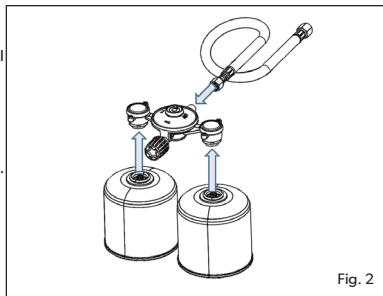

Fig. 2
- Inserte los dos cartuchos de gas en la unidad mediante atornillado en su lugar (Fig. 2).